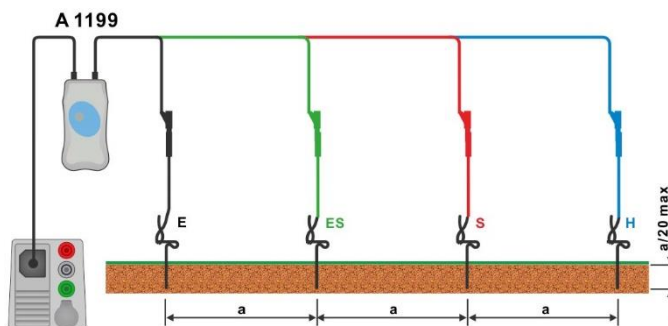

Abbildung 7.22: Messung des Spezifischen Erdwiderstands
- › Schließen Sie die Prüflitungen am Prüfling an (siehe und **Abbildung 7.22**).